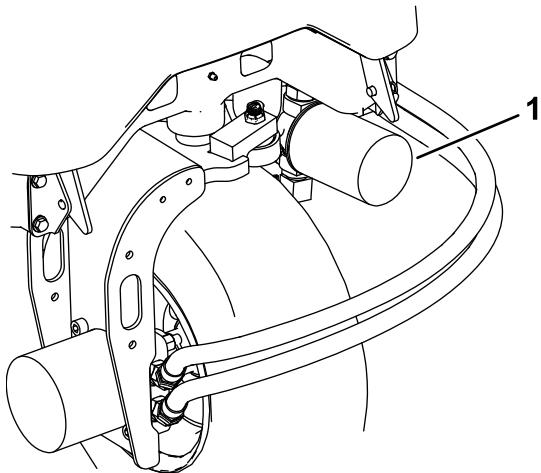
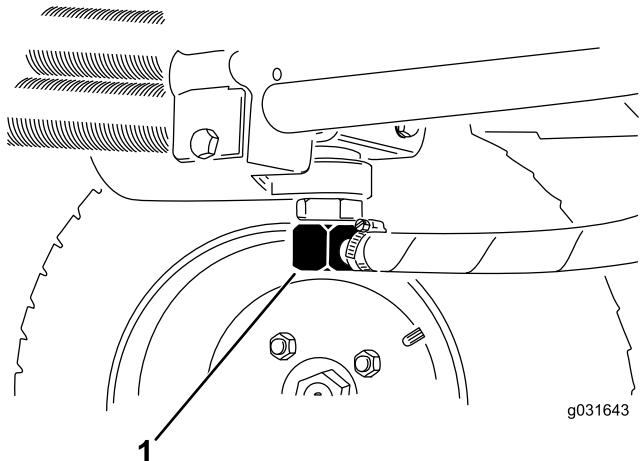

Figura 62
Figura 63
3. Pulite attorno all'area di montaggio del filtro, collocate una bacinella di spurgo sotto il filtro e togliete il filtro (Figura 62).
2. Scollegate il tubo idraulico o togliete il filtro idraulico e lasciate defluire il fluido idraulico in una bacinella (Figura 62 e Figura 63).
3. Quando il fluido idraulico cessa di defluire, montate il tubo idraulico (Figura 63).